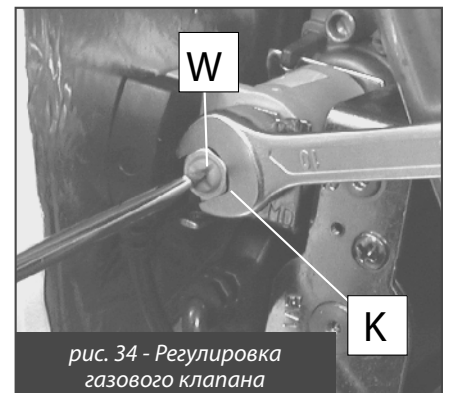

рис. 34 - Регулировка газового клапана
- вращая гайку **К** (внешнюю) ПО ЧАСОВОЙ СТРЕЛКЕ, увеличить давление на форсунке; вращая ее ПРОТИВ ЧАСОВОЙ СТРЕЛКИ, уменьшить давление на форсунке, в зависимости от необходимости (рис. 34);
- для работы на сжиженном газе, закрутить латунную гайку **К** регулировки давления до упора, вращая ее ПО ЧАСОВОЙ СТРЕЛКЕ (рис. 34).
- удерживая в фиксированном положении гайку **К**, посредством ключа на 10мм, вращать винт **W** ПО ЧАСОВОЙ СТРЕЛКЕ, для увеличения давления; ПРОТИВ ЧАСОВОЙ СТРЕЛКИ, для уменьшения значения давления (рис. 34);